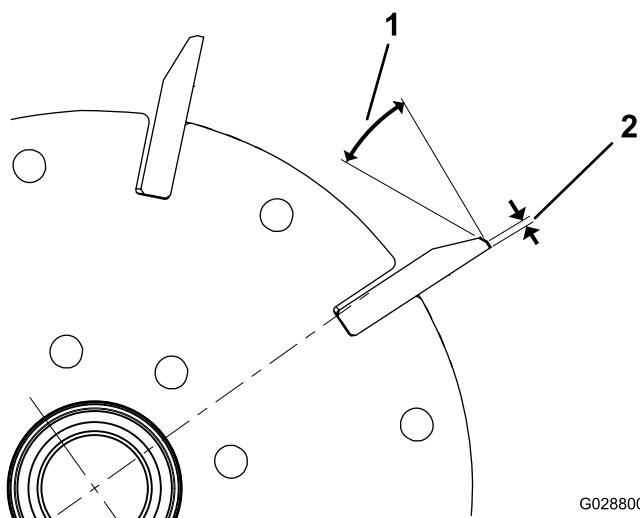

Figure 27
1. Créez un angle de dépouille de 30° sur toutes les lames du cylindre jusqu'à obtention d'une facette de 1,3 mm de largeur (Figure 27).